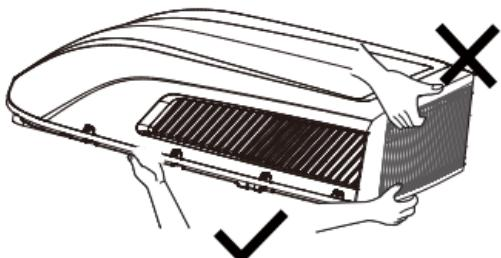

Figure 4-1
- a) Lorsque vous sortez l'unité extérieure après l'avoir déballée, ne soulevez pas la grille de sortie d'air située à l'arrière du boîtier extérieur (voir figure 4-1).